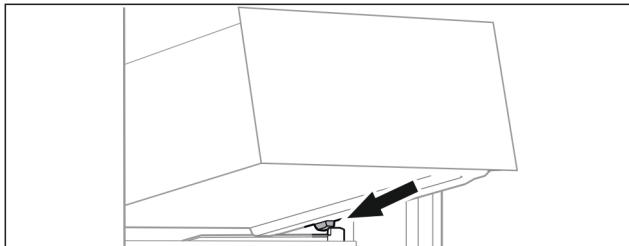

Fig. 19
- ▶ Schubfach schräg hinter den Stopperrn auf Behälterrippe aufsetzen. (siehe Fig. 19)